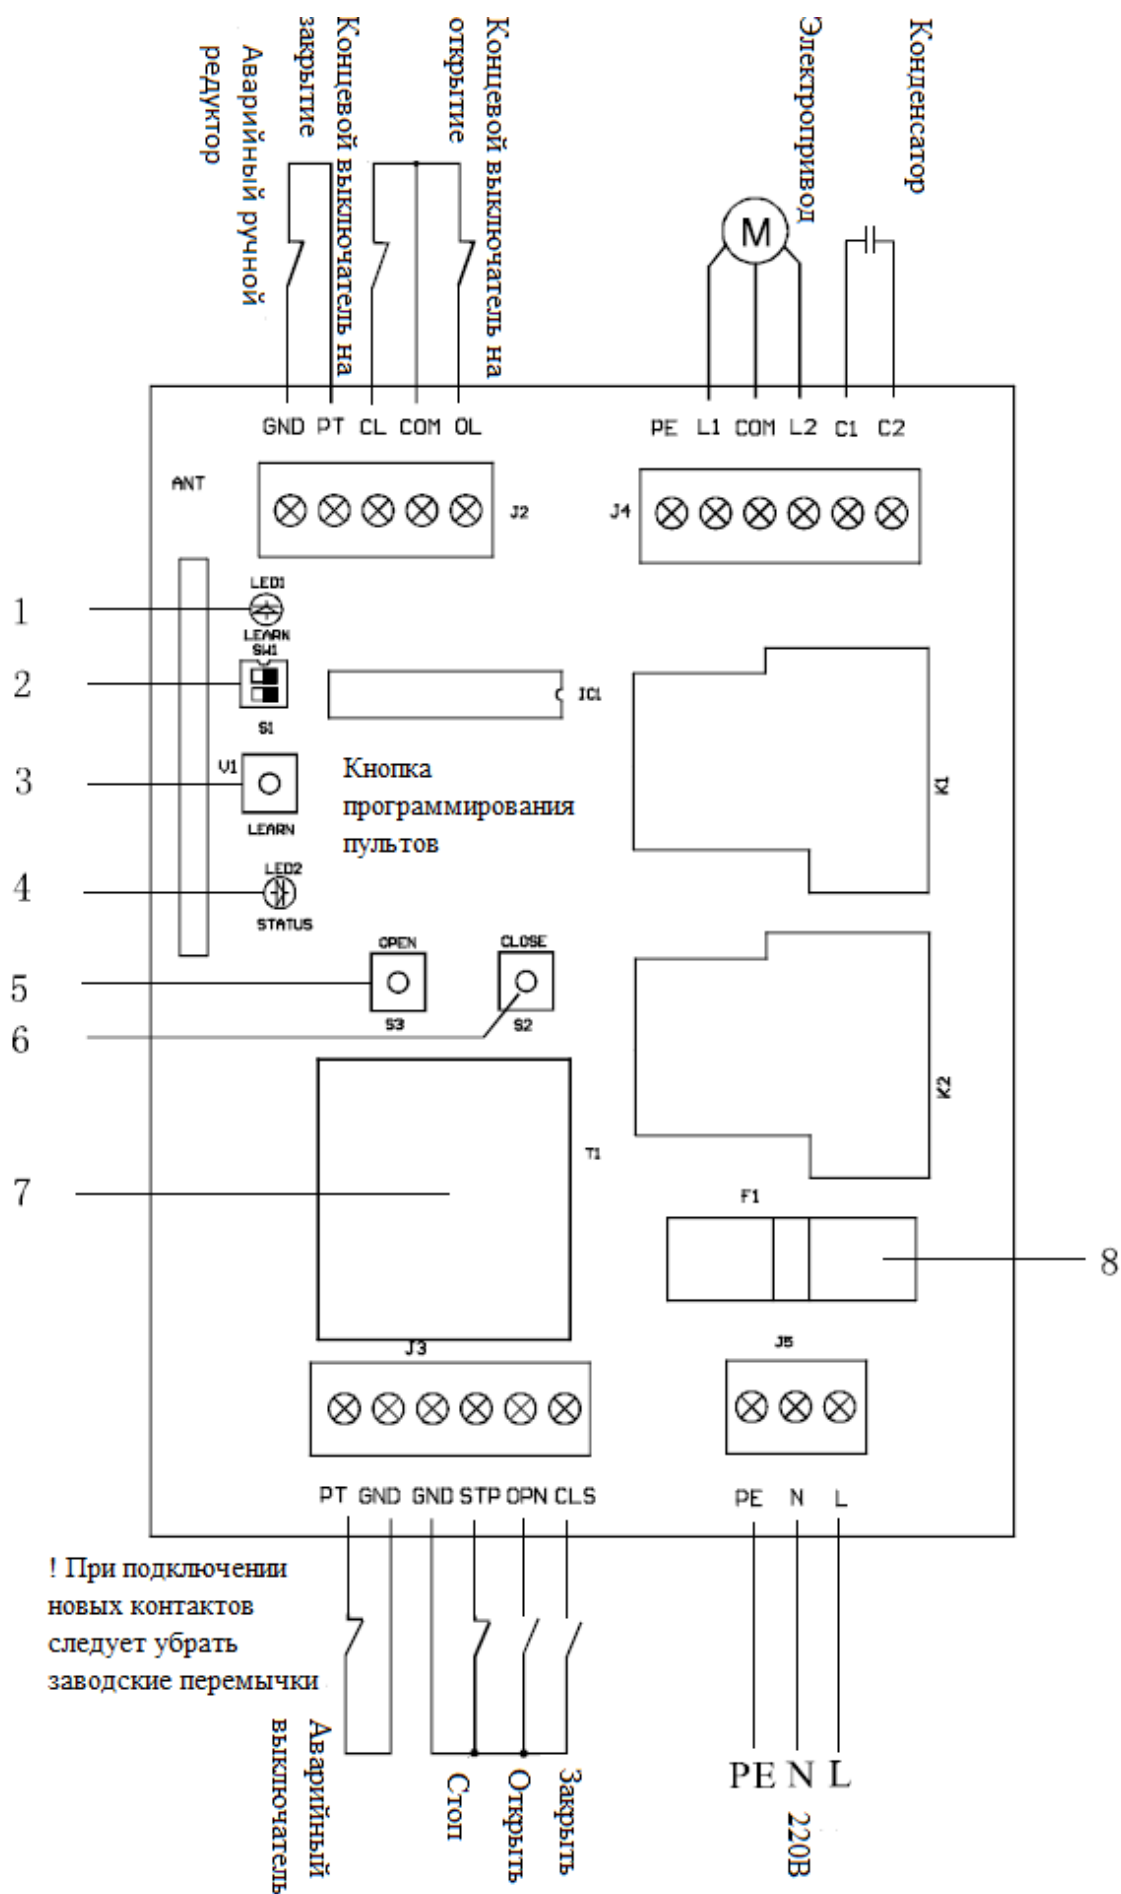

Рис. 5. Схема подключения
Нажмите кнопку программирования (рис. 5) в течение 1 секунды, индикатор обучения загорится. Затем нажмите на кнопку передатчика, индикатор обучения заморгает и погаснет. Повторите эти действия для записи других пультов.
Нажмите и удерживайте кнопку программирования (рис.5) в течение примерно 8 секунд индикатор обучения погаснет - все пульты удалены из памяти.
- ✚ Если электропривод работает в противоположном направлении необходимо заменить контакты подключения электропривода L1 и L2 (см. рис. 5) между собой.